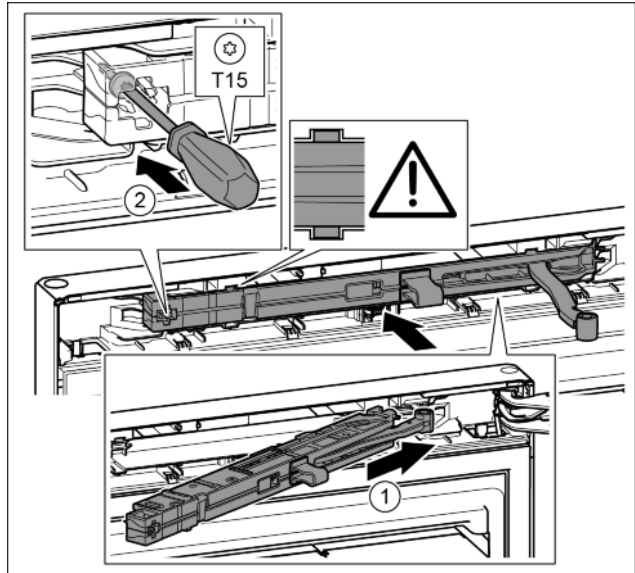

Fig. 48
- A csapágybak oldaláról ferdén, ütközésig tolja be a zárás-csillapító egységet a mélyedésbe. Fig. 48 (1)
- Húzza meg a csavart egy T15 csavarhúzóval. Fig. 48 (2)